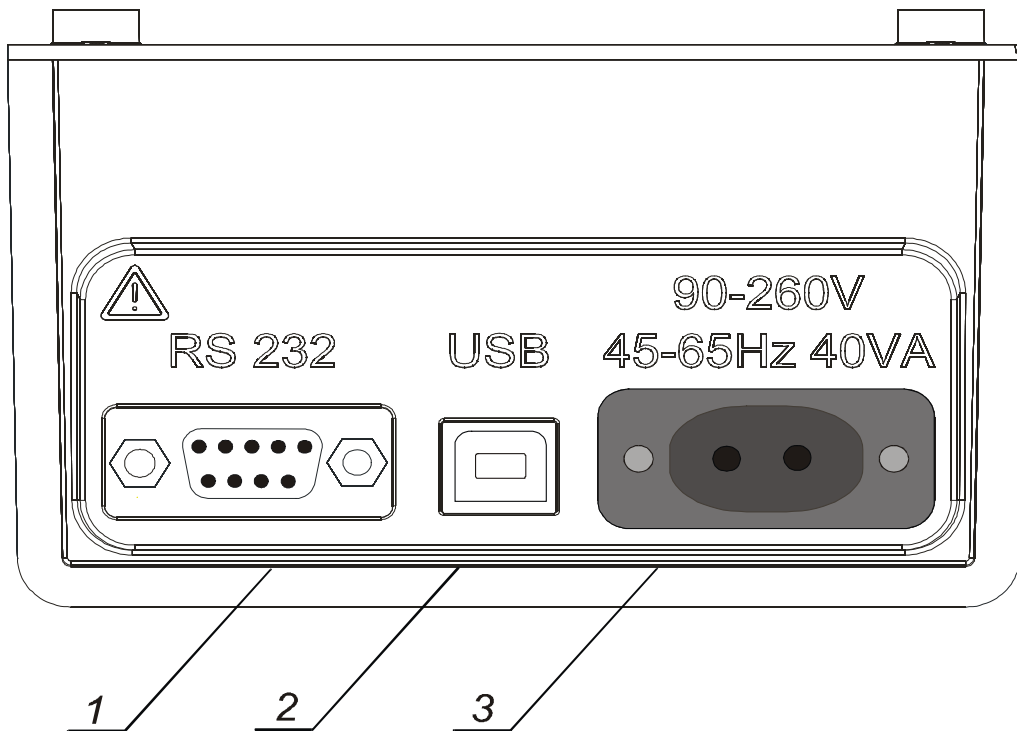

Fig. 3. Kommunikations- og nettilslutning
- Netspænding forsyningstilslutning og kommunikations tilslutning (USB and RS232) (**Fig. 3**).